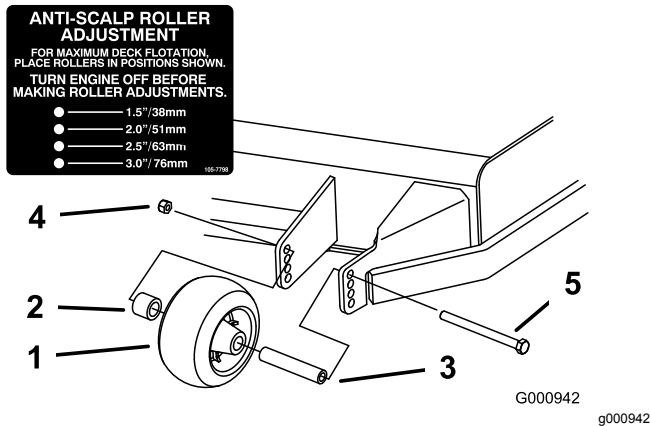
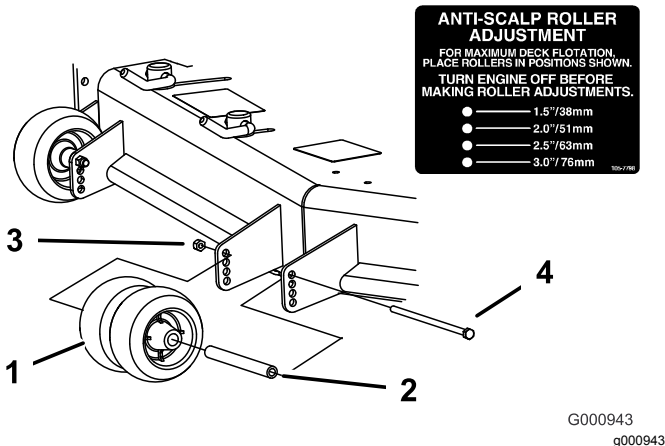
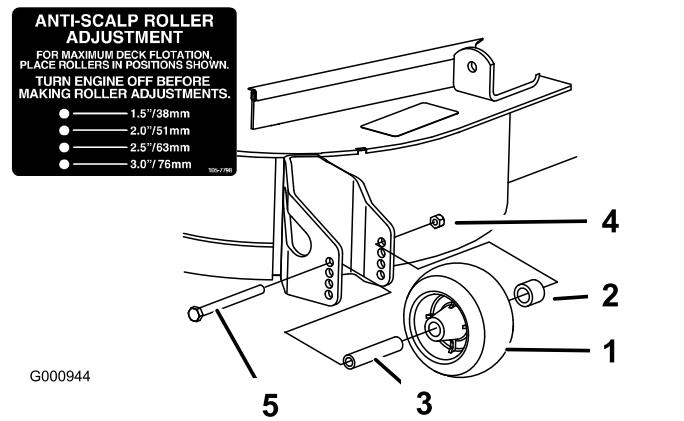

Figure 30
Figure 31
Figure 32
3. Réglez les galets anti-scalp comme montré à la Figure 30, la Figure 31 et la Figure 32.